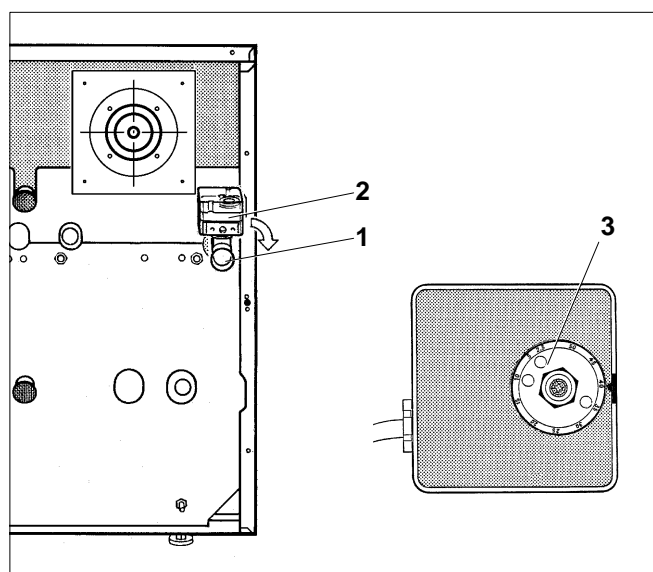

Fig. 41 Pressostat gaz
Installer ou convertir le pressostat gaz (fig. 41, pos. 2) :
Pour le fonctionnement au gaz propane, le pressostat gaz (fig. 41, **pos. 2**) doit être installé (colisage kit de conversion), pour le gaz naturel il peut être inséré (en option).
Etancher le pressostat gaz (fig. 41, **pos. 2**) dans la conduite de gaz à proximité immédiate du raccordement gaz (fig. 41, **pos. 1**) de la chaudière, le disque de réglage (fig. 41, **pos. 3**) étant dirigé vers le haut ou vers l'extérieur en utilisant le manchon de réduction joint à la livraison. Amener la conduite de raccordement à côté de la conduite de gaz par la paroi arrière de la chaudière et à l'intérieur sur la paroi latérale droite le long de l'appareil de régulation et effectuer le raccordement électrique selon le schéma de connexion.
Pour la conversion, retirer l'habillage en desserrant les vis, procéder à la conversion sur le disque de réglage et remettre le capot en place (fig. 41).
Légende fig. 41